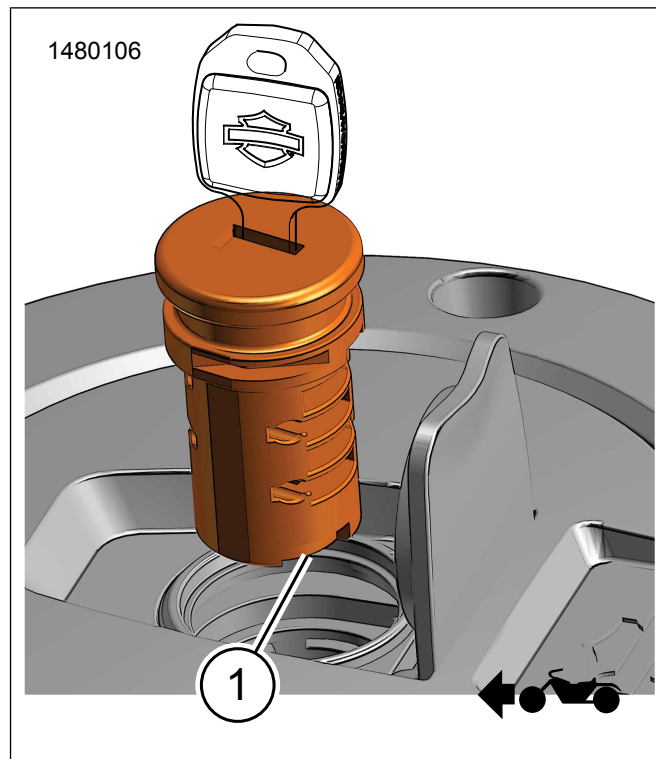

Figure 9. Verrouiller l'orientation du cylindre
3. Voir la figure 9. Orienter l'encoche du cylindre de verrouillage (1).